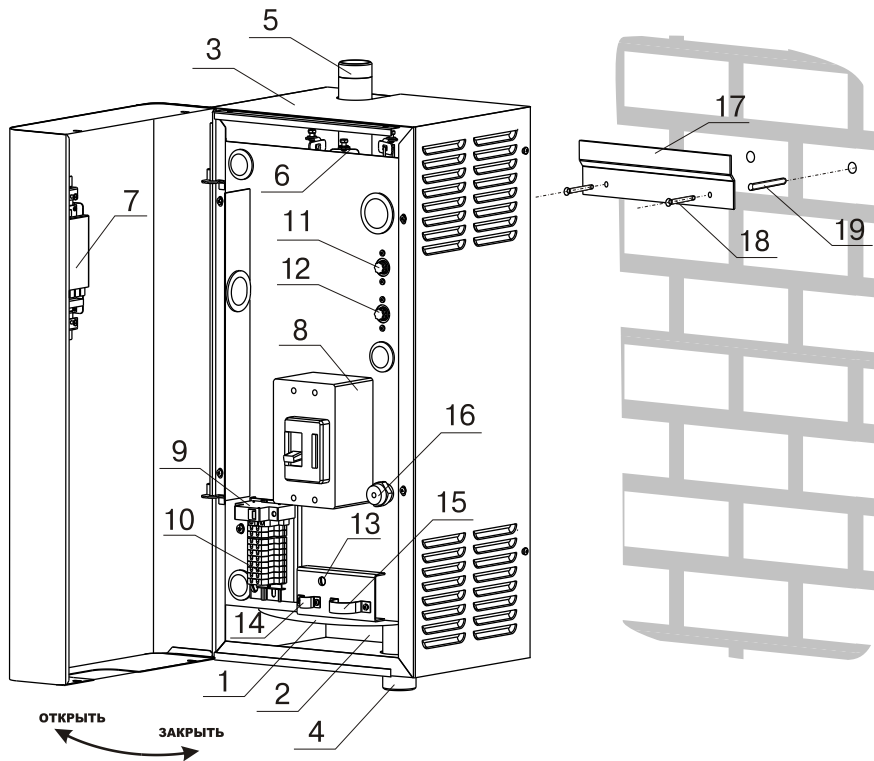

Рис. 1 Конструкция электроводонагревателя и способ его крепления к стене
5.1. Электроводонагреватель (Рис.1) состоит из корпуса (1) сварной конструкции с фланцами, патрубком входа воды (4) и патрубком выхода воды (5), имеющих резьбу G1 1/2-В. В верхней части корпуса установлены три блока нагревательных элементов(6), датчик температуры воды, датчик перегрева и датчик уровня воды. В нижней части корпуса установлены три блока нагревательных элементов. Корпус установлен на основании(2). Защитный кожух (3) выполнен из стального листа и служит для защиты обслуживающего персонала от ожогов и поражения электрическим током. Кожух подвешен на основании при помощи механизма, который позволяет не снимая кожух с электроводонагревателя, открывать и закрывать его в направлении, указанном на Рис.1. При необходимости кожух можно легко снять с основания.
- закрепить кронштейн крепления на вертикальной поверхности в необходимом месте с помощью шурупов, входящих в комплект и установить на него водонагреватель как показано на Рис.1.
- открыть кожух (3) как показано на Рис. 1,предварительно выкрутив четыре винта крепления кожуха;
- закрыть кожух (3) как показано на Рис.1 и закрутить винты крепления.